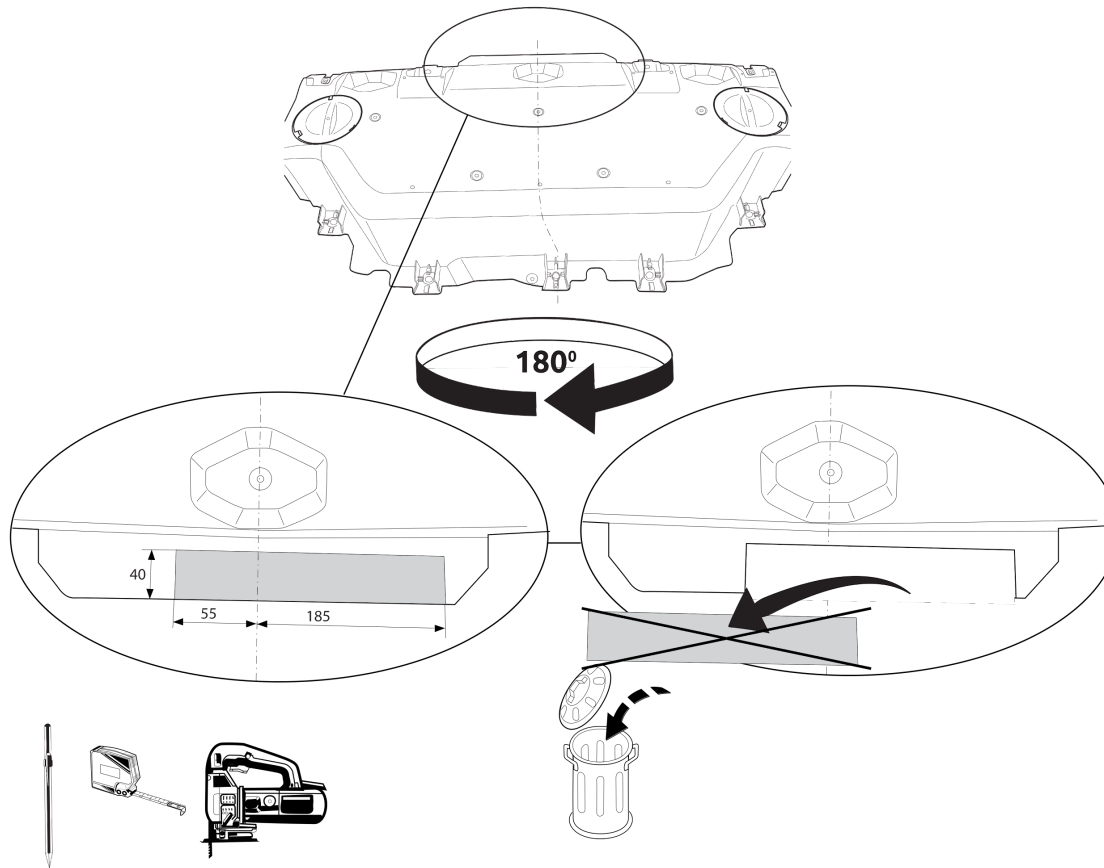

Fig. 5
10. Отпилить обозначенную часть, как указано на рис. 5.